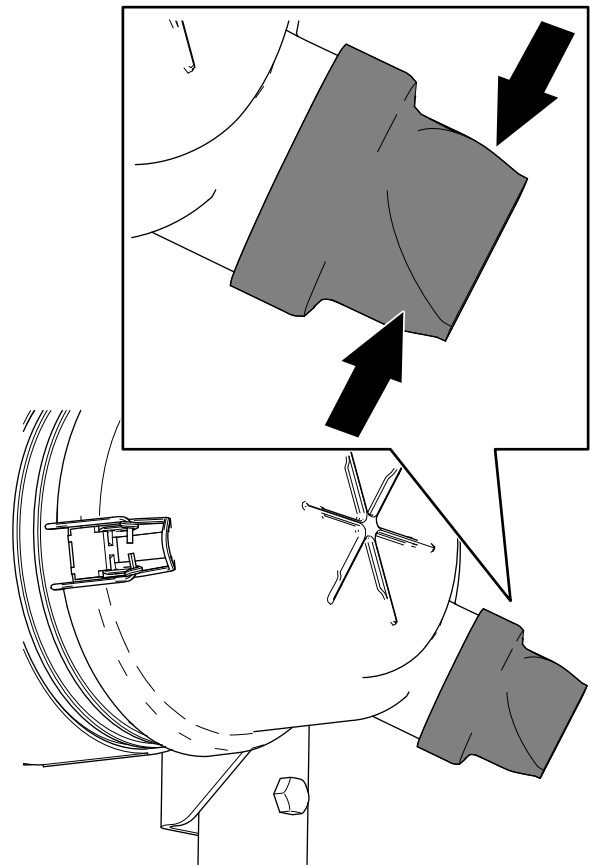

Bild 113
5. Drücken Sie auf das Staubaustragsventil (Bild 113).